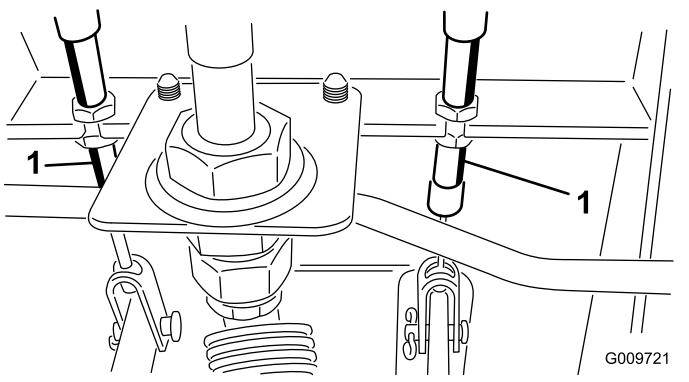

Рисунок 77
- A. Отпустите переднюю гайку на резьбовом конце гибкого тросика тормоза (Рисунок 77).